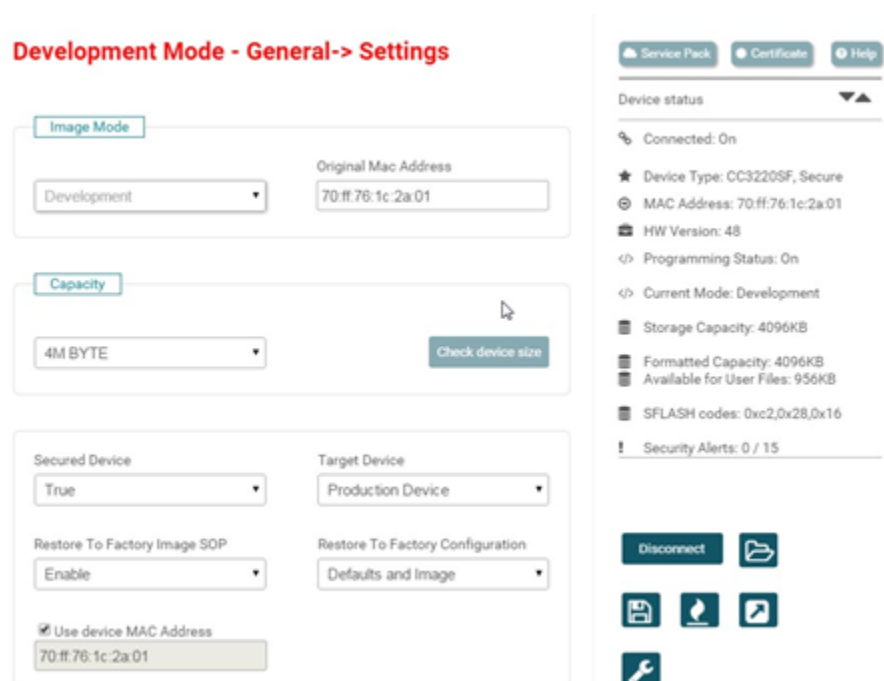

图 12. UniFlash General → Settings
- 使用左侧导航面板导航到常规 (General) → 设置 (Settings) (请参见图 12)，确保映像模式 (Image Mode) 设置为开发 (Development)。
- 确保选中使用器件 MAC 地址 (Use device MAC address) 选项 (请参见图 12)，MAC 地址将显示在顶部。